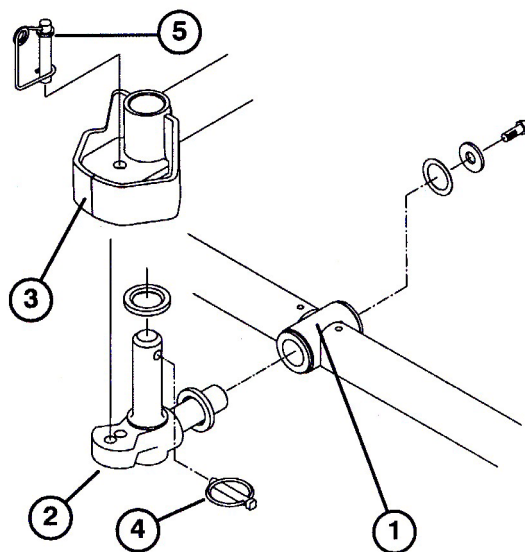

図 8
7. ピボット・ナックルの水平シャフトを、キャリア・フレームの取り付けチューブに通す (図8)。
8. スラスト・ワッシャ、平ワッシャ、フランジ・ヘッド・キャップスクリューを使ってピボット・ナックルをキャリア・フレームに固定する (図8)。
9. ピボット・ナックルの垂直シャフトに、スラスト・ワッシャを通す (図8)。
10. ピボット・ナックルを外しておいた場合には、ピボット・ナックルの垂直シャフトを昇降アームのピボット・ハブに通す (図8)。ピボット・ナックルを、昇降アームのステアリング・プレートの下にあるゴム製の2枚のセンタリング・バンパーの間にセットする。
11. ピボット・ナックルのシャフトについているクロス・ホールに、リンチ・ピンを通す (図8)。
注：カuttingユニットを固定モードで使用する場合には、ステアリング・ピンをピボット・ナックルの取り付け穴に差し込んでください(図8)。そして、ステアリング・ピンの下にスプリングを掛けてください。